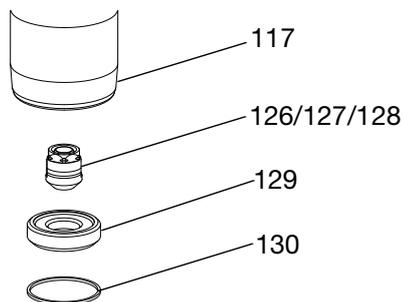

図 14
11. Oリングピックを使い、シール (130) を吸気バルブハウジング (117) から取り外してます。シールは廃棄します。新品を使って再度組み立てます。図 14。
12. 吸気バルブハウジング (117) の底の吸気シート (129) を引き抜きます。分解した吸気バルブアセンブリ (126/127/128) は落とさないように注意し、後で再組み立てするために脇に置いておきます。